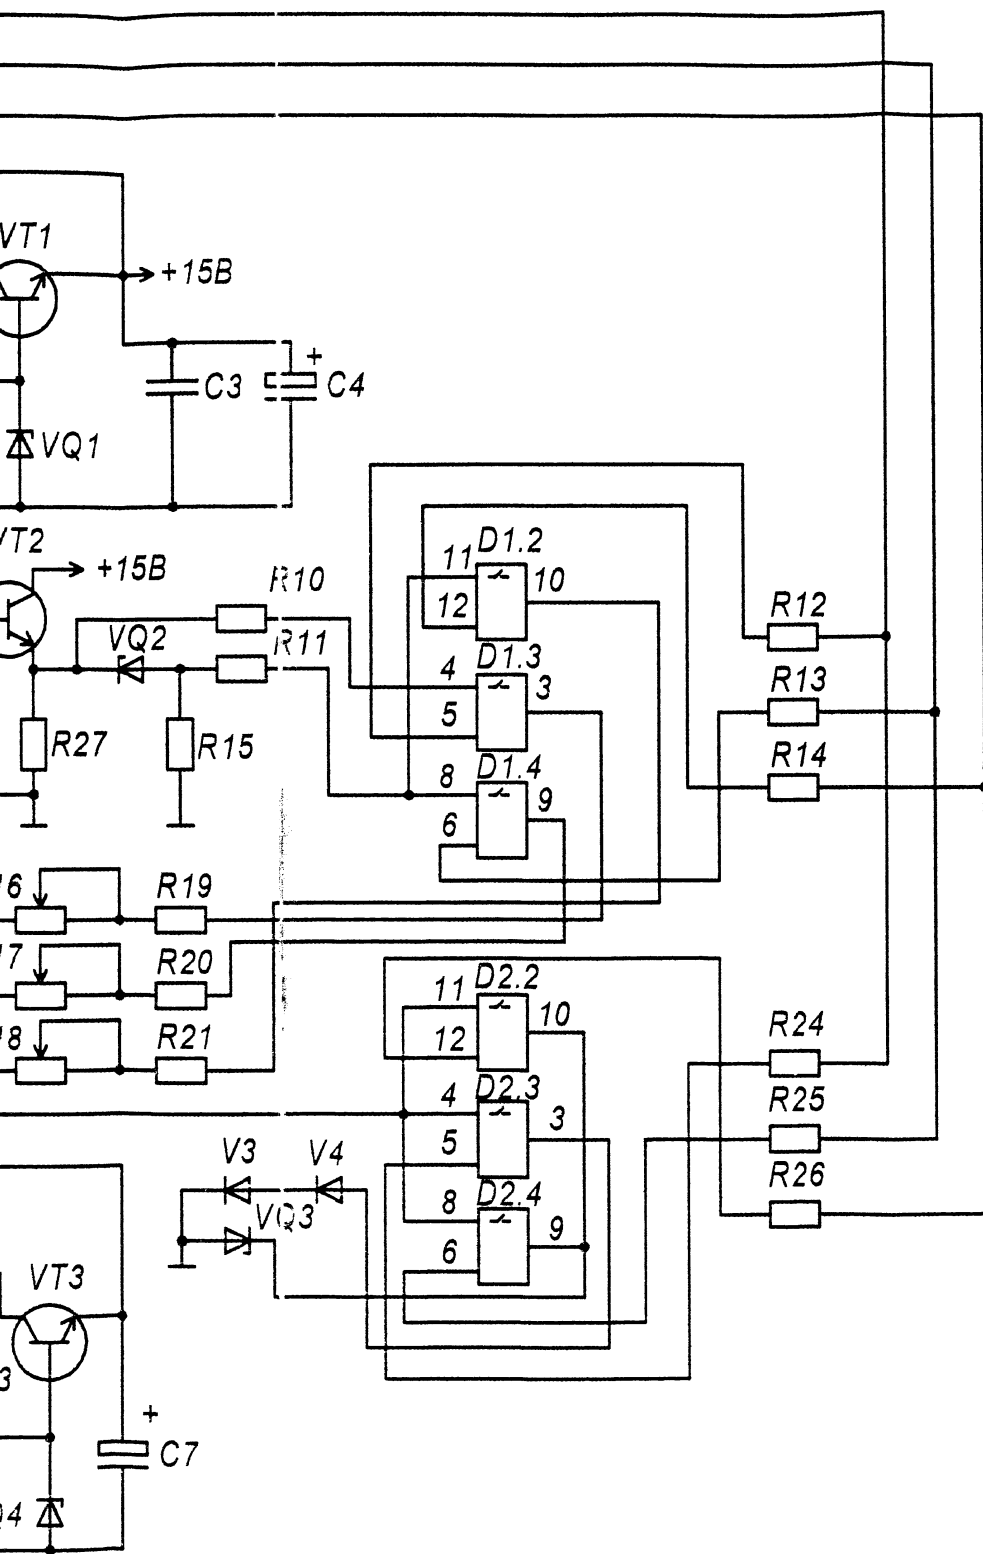

Рис.6 Блок элементов БЭ-480.
- Рис. 6.** Блок элементов БЭ-480.